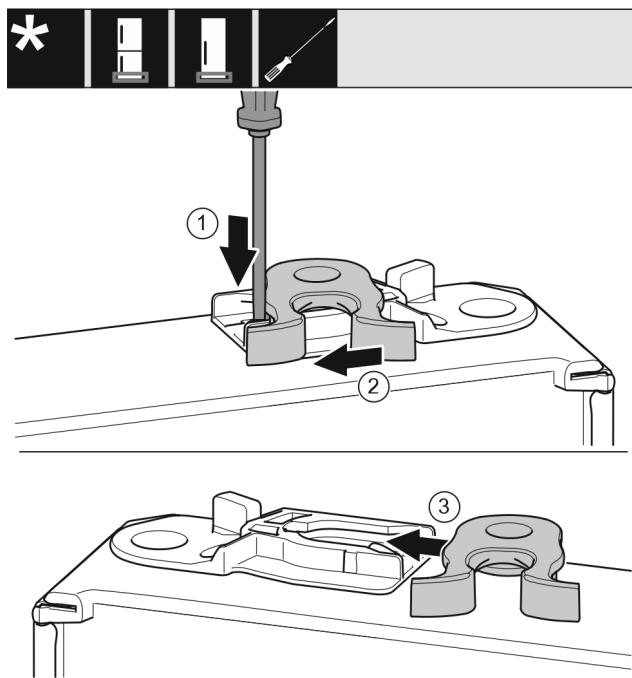

Fig. 19
- ▶ Lasche Fig. 19 (1) mit Schlitzschraubendreher nach unten drücken.
- ▶ Schließhaken Fig. 19 (2) aus Führung ziehen.
- ▶ Schließhaken Fig. 19 (3) auf anderer Seite in Führung schieben.